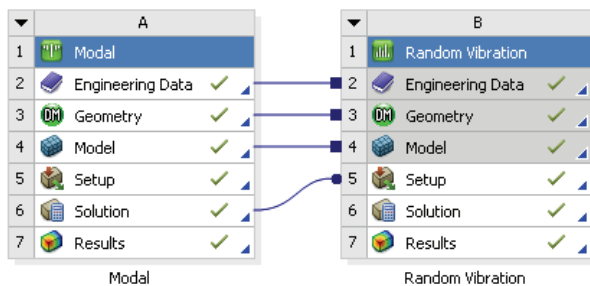

图 13-19 完成分析的项目工程图
1) 单击 Mechanical 界面右上角的“关闭”按钮, 退出 Mechanical 返回到 Workbench 主界面。此时主界面中的项目管理区中显示的分析项目均已完成, 如图 13-19 所示。